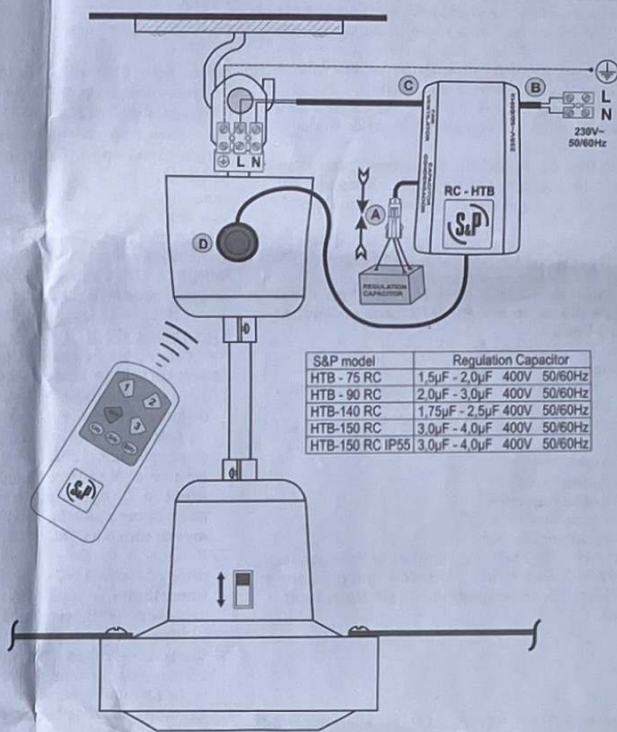

Fig. 2
2. Conecte el condensador de regulación extraído anteriormente al KIT RC-HTB. (Fig. 2 A) **Importante:** Si va a instalar más de un ventilador HTB, asegúrese de NO mezclar los condensadores de regulación. (Véase Tabla figura 2)
3. Conecte los cables de alimentación de la red eléctrica (230V-50/60 Hz), a la regleta de conexión L-N del KIT RC-HTB. El cable de tierra de la red (amarillo-verde), va directamente conectado a la regleta del ventilador de techo. (Fig.2 B)
4. El cable de salida del KIT RC-HTB (ventilador) va conectado a la regleta L-N del ventilador de techo. (Fig.2 C)
5. Extraiga el film de protección del adhesivo, y podrá pegar el receptor de señal infrarrojos, en el exterior de la copa superior del ventilador de techo. (Fig.2 D) Una vez conectados los cables se introduce correctamente el KIT RC-HTB dentro de la copa superior del ventilador de techo.
2. Connect the regulator condenser you just removed to the RC-HTB KIT. (Fig. 2 A) **Important:** If you are going to install more than one HTB fan, make sure not to mix up the regulator condensers. (See the table in figure 2)
(230V-50/60 Hz) to the L-N connection block from the RC-HTB KIT. The ground wire (yellow-green) connects directly to the connection block of the ceiling fan. (Fig. 2 B)
4. The cable running out from the RC-HTB KIT (Fan) connects to the L-N connection block on the ceiling fan. (Fig. 2 C)
5. Remove the protective adhesive film and stick on the infra-red sensor on the outside of the upper coupling of the ceiling fan. (Fig. 2 D) Once the cables are connected, put the RC-HTB KIT inside the upper coupling of the ceiling fan.
2. Connectez le condensateur de régulation extrait précédemment au KIT RC-HTB. (Fig. 2 A)
Important: Si vous souhaitez installer plus d'un ventilateur HTB, assurez-vous de NE PAS mélanger les condensateurs de régulation. (Voir table figure 2)
3. Connectez les câbles d'alimentation du réseau électrique (230V-50/60 Hz), à la réglette de connexion L-N du KIT RC-HTB. Le câble de terre du réseau (jaune-vert), se connecte directement à la réglette du ventilateur de plafond. (Fig. 2 B)
4. Le câble de sortie du KIT RC-HTB (ventilateur) se connecte à la réglette L-N du ventilateur de plafond. (Fig. 2 C)
5. Enlevez le film de protection de l'adhésif pour pouvoir coller le récepteur du signal infrarouge sur l'extérieur de la coupe supérieure du ventilateur de plafond. (Fig. 2 D)
2. Collegare il condensatore per la regolazione estratto precedentemente dal KIT RC-HTB. (Fig. 2 A)
3. Collegare i cavi d'alimentazione della rete elettrica (230V-50/60 Hz), alla morsettiera L-N del KIT RC-HTB. Il cavo di terra (giallo-verde), va collegato direttamente alla morsettiera del destratificatore (Fig. 2 B)
4. Il cavo d'uscita del KIT RC-HTB (Ventilatore) va collegato alla morsettiera L-N del destratificatore. (Fig. 2 C)
5. Rimuovere la pellicola protettiva adesiva e incollare il ricevitore del segnale a infrarossi all'esterno della tazza superiore della ventola del soffitto (Fig. 2 D)
2. Conecte o condensador de regulação previamente removido ao KIT RC-HTB. (Fig. 2 A)